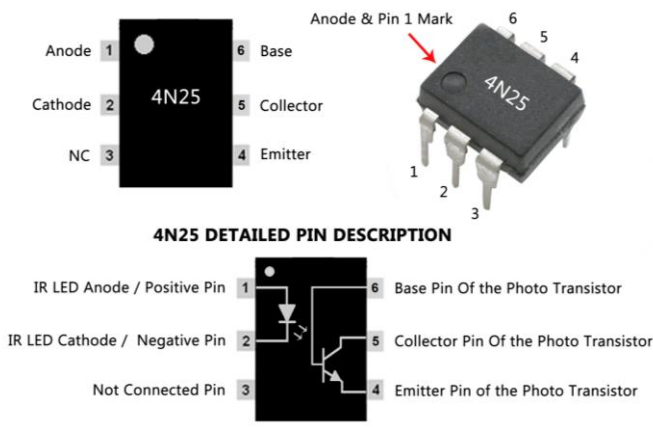

Figura 9. 4N25.
- **Acople óptico IC1:** Consiste en un acople óptico de transistor BJT, encargado de generar la señal que activa el trigger del 555. Su diagrama se indica en la Figura 9. Esto permite que las señales de pulso en el Gate tengan una sincronización con los cruces por cero de la señal de alimentación. Así, se tiene control periódico de los ángulos de activación.